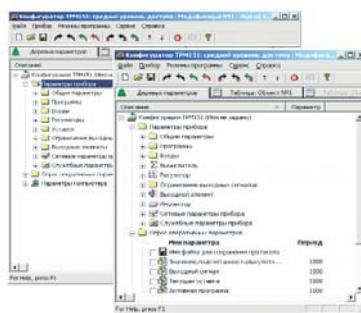

Рис. 2. Конфигуратор OVEN TPM151
2. Доработана программа-конфигуратор – в ней создан средний уровень доступа, на котором открыт набор параметров, актуальный для данной модификации. Все остальные параметры скрыты: не отвлекают, не мешают работать (рис. 2).